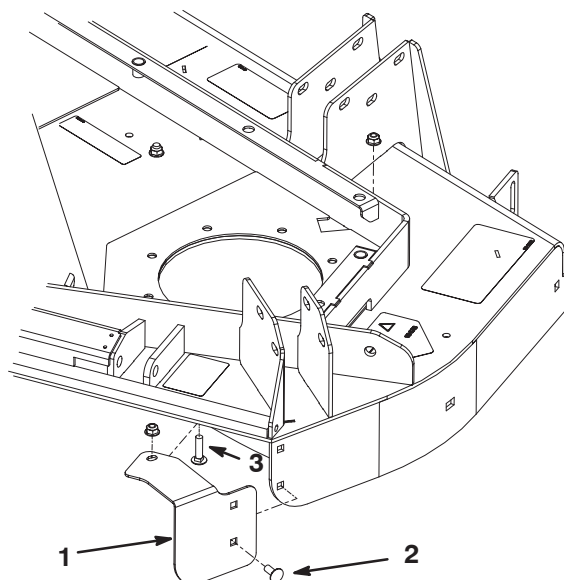

Figure 3
3. Montez sans serrer le côté du déflecteur de base droit sur l'angle arrière droit du plateau de coupe avec (2) boulons de carrossier 5/16 x 3/4 pouce et écrous à embase. Positionnez le déflecteur et les fixations comme illustré à la figure 3.
4. Montez sans serrer le haut du déflecteur de base sur le plateau de coupe au moyen d'un boulon de carrossier 5/16 x 3/4 pouce et d'un écrou à embase. Positionnez les fixations comme illustré à la figure 3.